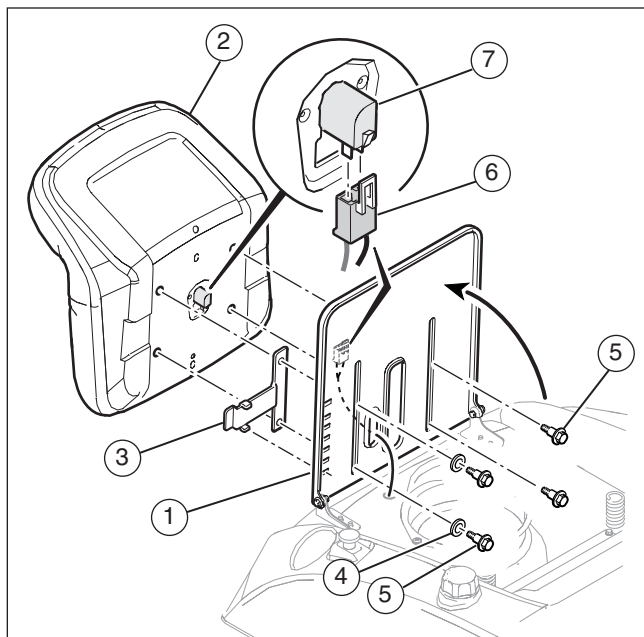

Figure 2
2. Relever le support de siège (1) (voir la **Figure 2**).
3. Aligner les trous du siège (2) sur les fentes dans le support de siège.
4. Installer le siège (2) sur le support de siège (1) et le levier de réglage (3) avec les rondelles (4) et les boulons (5).
5. Connecter le faisceau de câblage (6) à l'interrupteur de siège (7) sous le siège.